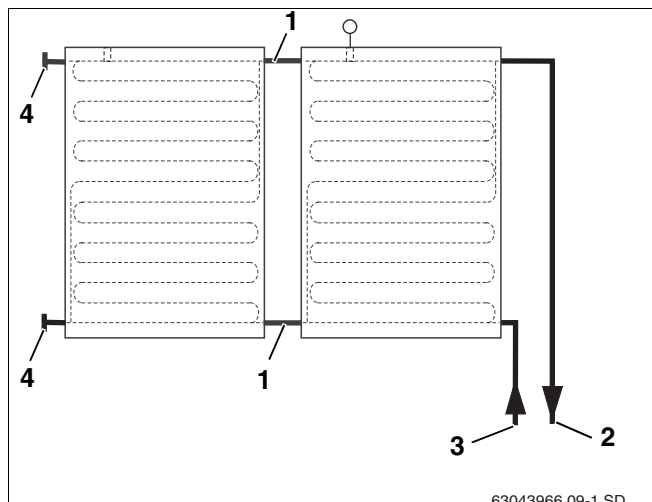
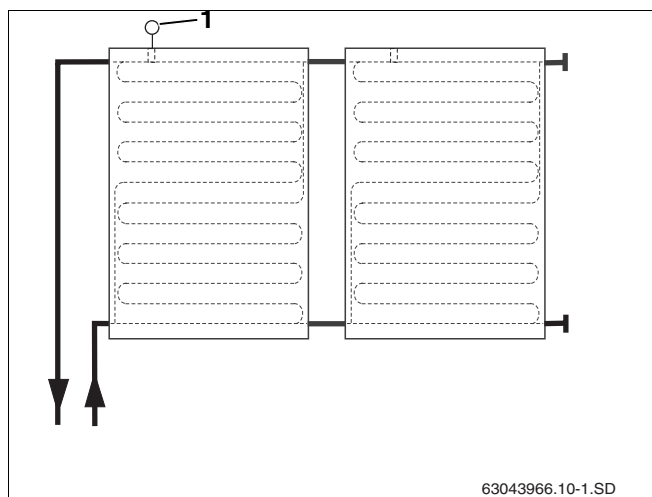

Fig. 17 Raccordement hydraulique à droite jusqu'à maxi. 5 capteurs
Fig. 18 Raccordement hydraulique à gauche jusqu'à maxi. 5 capteurs
Les capteurs doivent être montés de manière à ce que la gaine de réception de la sonde du capteur (fig. 18, pos. 1) soit orientée vers le haut.
Les conduites de raccordement hydrauliques peuvent être raccordées à droite (fig. 17) ou à gauche (fig. 18). Dans cette notice, les schémas illustrent des exemples de raccordements à droite.
Vous pouvez effectuer le raccordement simple pour un champ de 5 capteurs maxi. (fig. 17 et fig. 18).